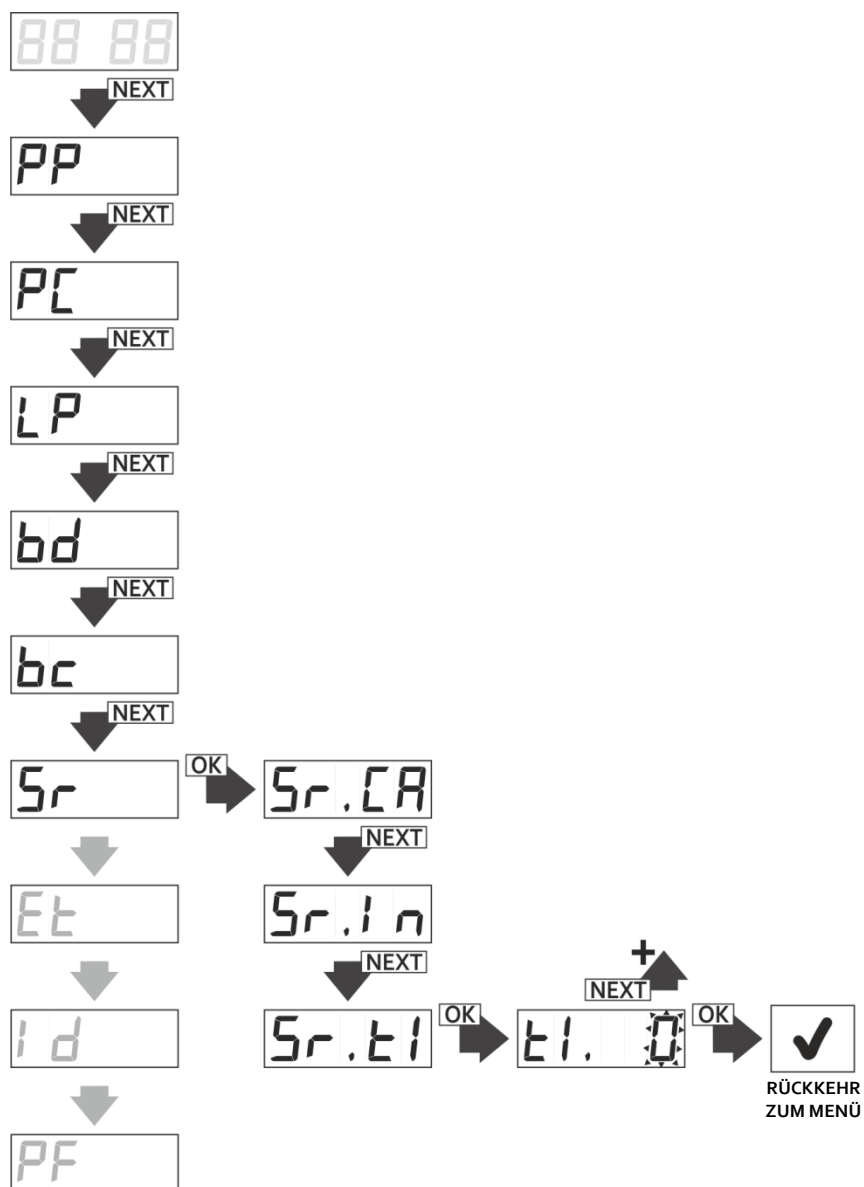

Abb. 24 Programmierung der Berührungszeit (Verzögerung) des Einganges der manuellen Steuerung, Funktion Sr.ti.
- mit der Taste NEXT zur Funktion Sr.tl übergehen; mit der Taste OK/ESC in die Funktion eingehen – auf der Anzeige erscheint 'tl.0' (Abb.24);